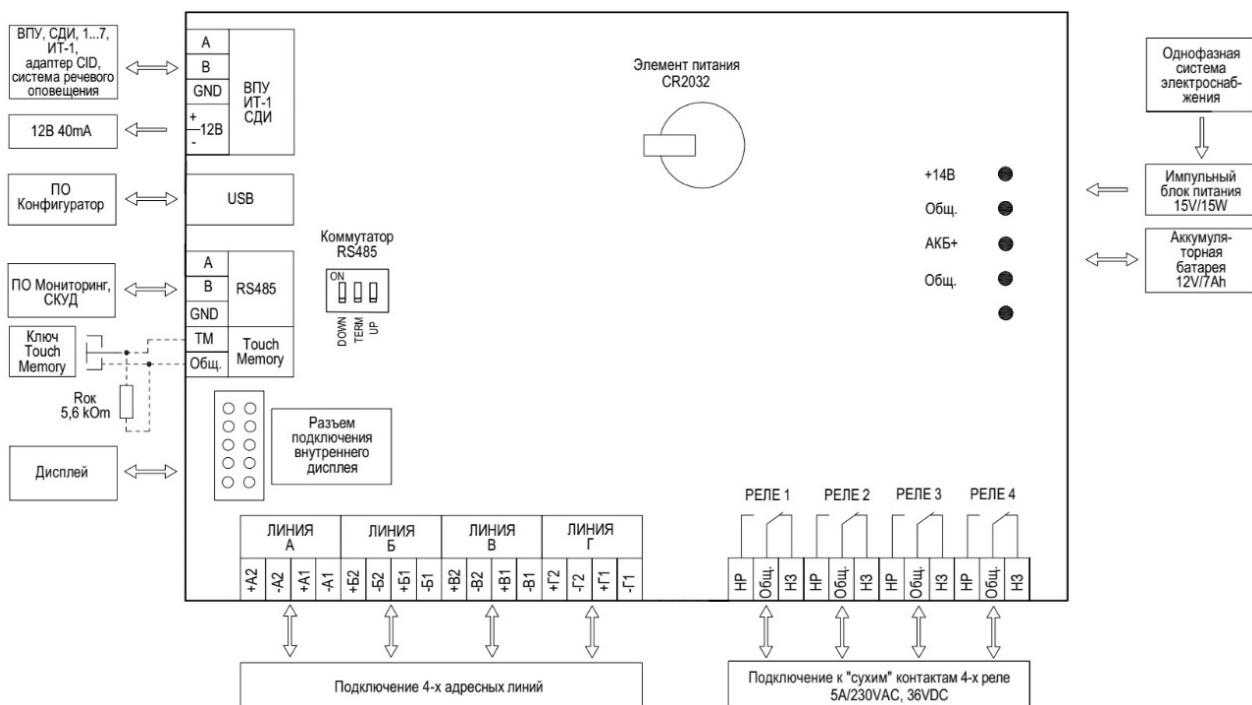

Рис. 3. Расположение клемм подключения на системной плате АПКП.
3.1.4. Расположение клемм на системной плате и их назначение показано на рис.3 и 4.